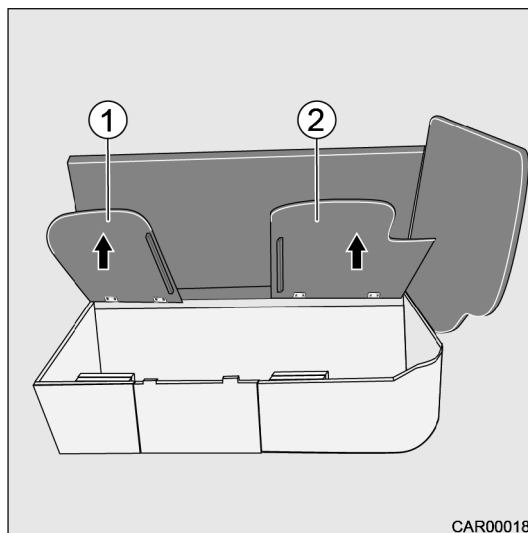

Fig. 29 Transformation du 5e siège
4. Relever les plaques de siège (Fig. 29/1 et 2).